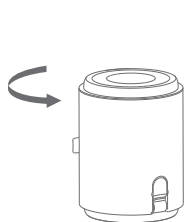

Рис. 3.1
3. Поверните крышку пылесборника против часовой стрелки (рис. 3.1), а затем снимите ее, как показано на рис. 3.2.